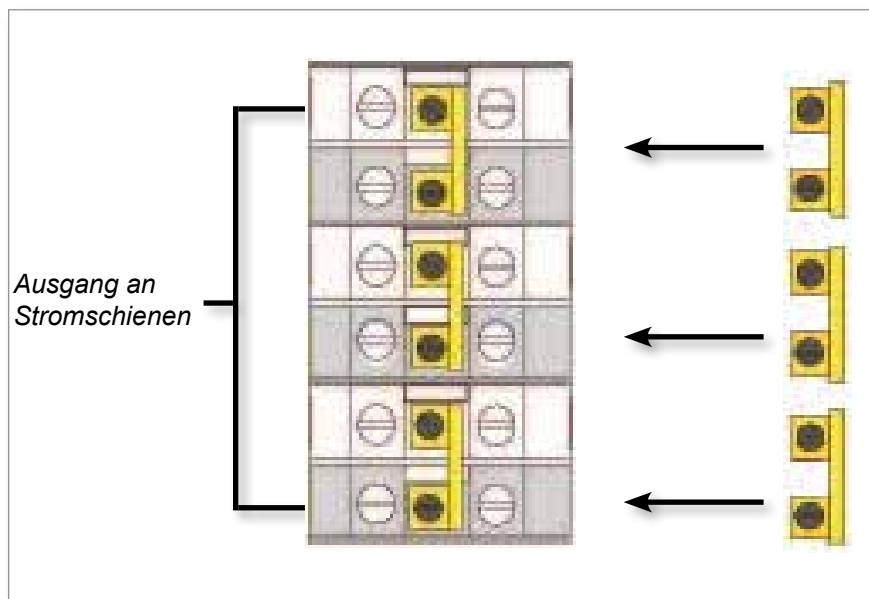

Figure 9-4 Drei 2-polige Steckbrücken anschließen
2. Schließen Sie die drei 2-poligen Steckbrücken an. Siehe Figure 9-4.